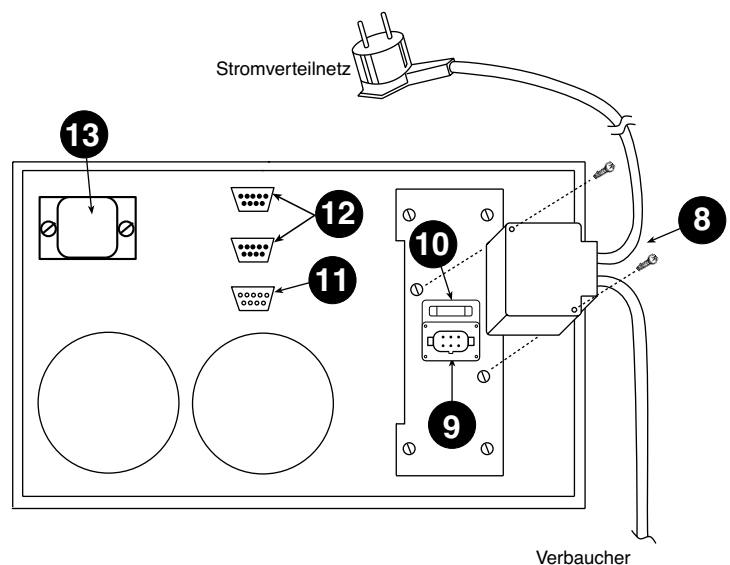

Abb. 2 Elektrische Anschlüsse
Einzelne Einheit (Abb. 2):
1. Den beiliegenden Steckverbinder Eingang-Ausgang wie in Abbildung 2 gezeigt verdrahten; hierzu ummantelte Kabel verwenden, deren Leiter einen Mindestquerschnitt von **2,5 mm²** haben.
4. Den Steckverbinder Eingang-Ausgang an den Anschluss [9] auf der Rückseite der USV-Einheit anschließen und mit den zugehörigen Schrauben am Rahmen befestigen (siehe Abb. 2).